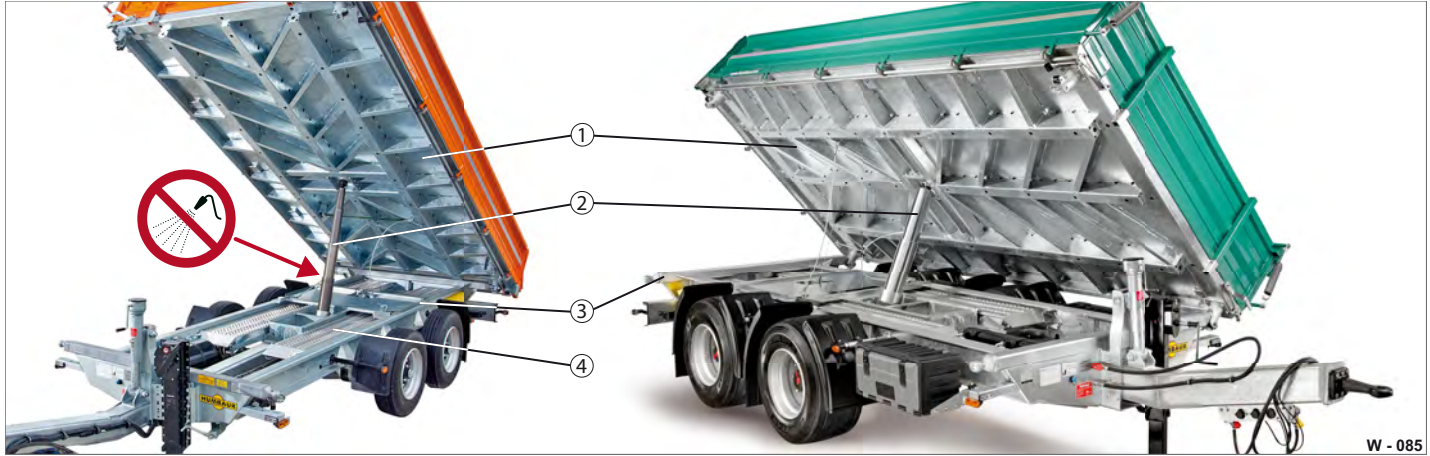

Abb. 83 Fahrgestell / Ladebrücke reinigen
- ▶ Bringen Sie die Auffahrbohlen (Abb. 83/4) aus dem Fahrgestell (Abb. 83/3) heraus. Reinigen Sie die Auffahrbohlen separat.
- ▶ Kippen Sie die Ladebrücke (Abb. 83/1) während Reinigungsarbeiten jeweils seitlich und nach hinten ab.
- ▶ Strahlen Sie den Teleskop-Zylinder nicht direkt an. Schützen Sie die Ausschübe und Abstreifer des Teleskop-Zylinders (Abb. 83/2) vor Spritzwasser.